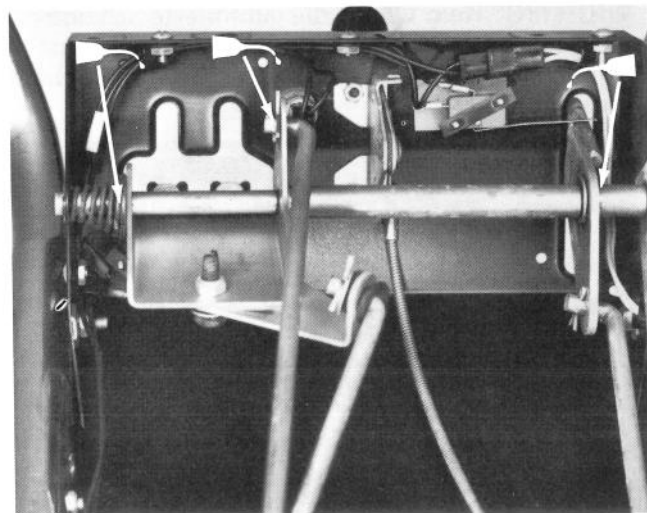

Abb. 28
1. Die Gelenkstellen des Gestänges mit ein paar Tropfen Öl SAE 10W-40 versehen (Abb. 28 und 29). Überschüssiges Öl abwischen.